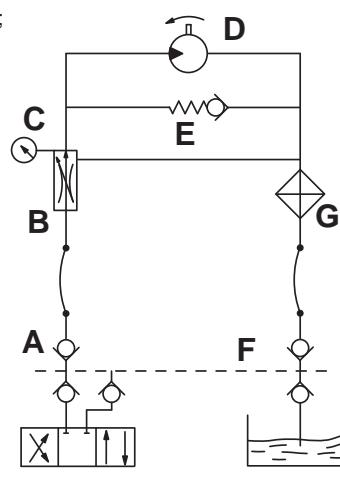

fig. 37 Côté tracteur
- installation dépendante:** raccordée à l'installation du tracteur (Fig. 37);
- **Alimentation de l'huile:** respecter les données du schéma Fig. 37. Raccorder correctement les tuyaux oléohydrauliques aux distributeurs du tracteur, en suivant l'indication figurant sur chaque tuyau.
Avec le moteur arrêté et le tracteur bloqué, enclencher correctement tous les raccords rapides. Mettre en marche le tracteur et, afin d'éviter l'instabilité de la soufflante, actionner l'installation au minimum pendant quelques minutes jusqu'à ce que la pression de tout le circuit devienne constante. La pression peut être réglée uniquement lorsque l'huile atteint une température optimale et que la soufflante tourne à une vitesse constante. Si l'outil est utilisé avec différents tracteurs et, donc, avec différents distributeurs et huiles, il faut répéter la procédure de réglage pour chaque tracteur. Dans les tracteurs équipés de pompe à débit variable, (circuit hydraulique fermé), et dotés de régulateur de débit de l'huile, il faut ouvrir complètement le régulateur à trois voies (B, Fig. 37) et commencer par un faible débit d'huile en ouvrant graduellement le régulateur à l'intérieur du circuit du tracteur jusqu'à ce que l'on atteigne la pression souhaitée, indiquée par le manomètre (C, Fig. 37).